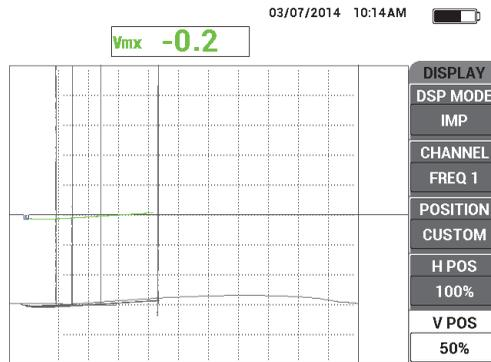

Рис. 5-45 Использование вертикальных опорных линий для определения толщины
8. Определите следующее значение толщины, используя вертикальные опорные линии (см. Рис. 5-45 на стр. 168).